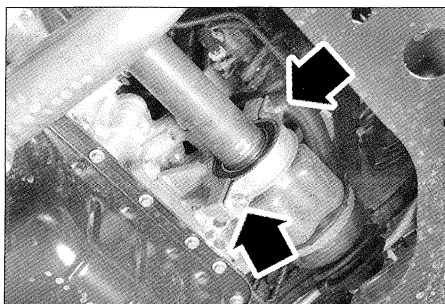

FIG. 2
- Desmontar las fijaciones de la brida del apoyo del eje intermedio y recuperar la brida (fig. 2).